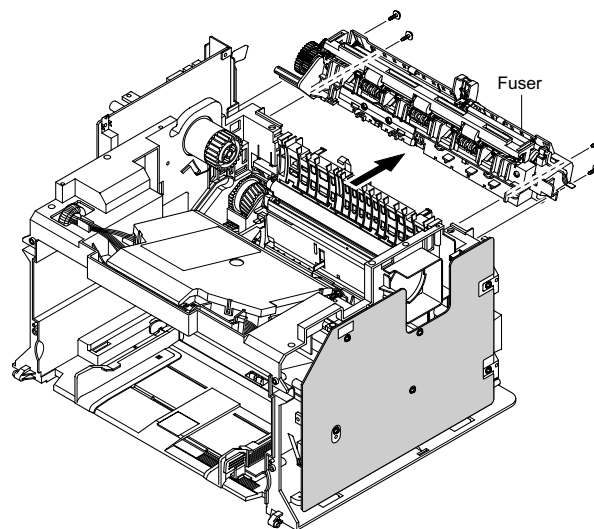

Рисунок 2
4. Выкрутите 4 винта, крепящих фьюзер, и снимите его, рисунок 2.